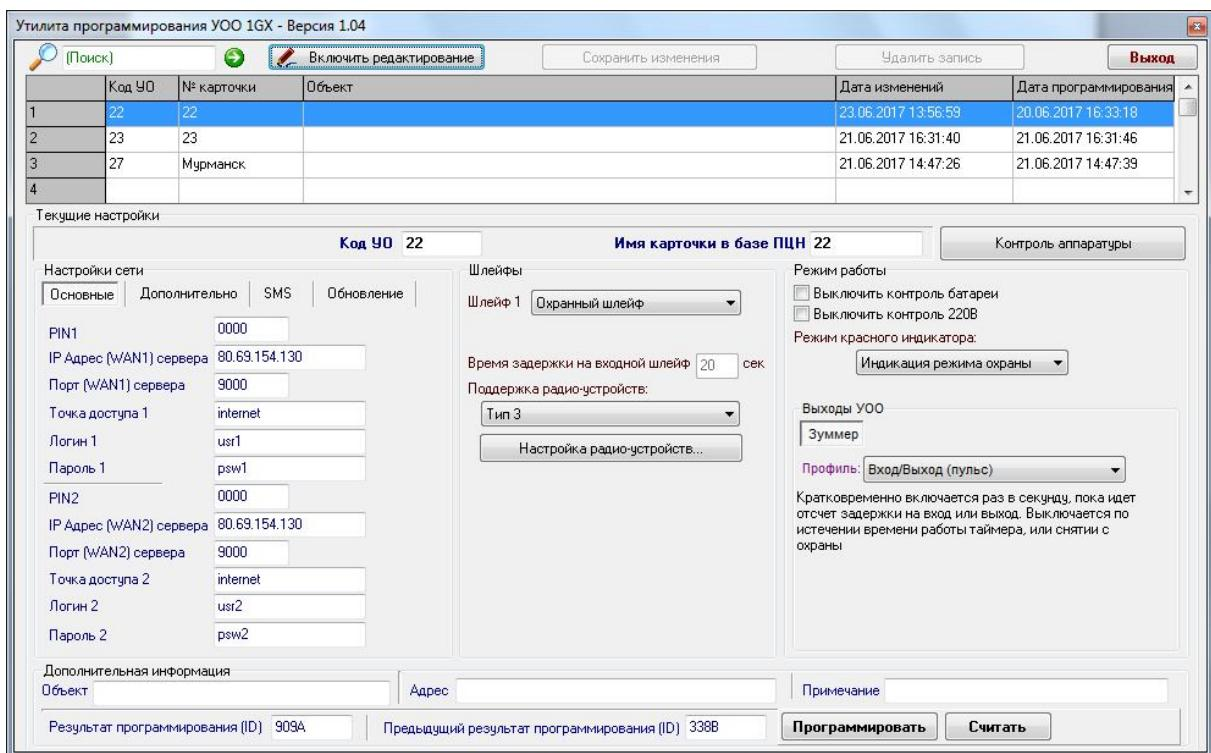

Рисунок 1. Окно конфигурационной программы «Prog_1GX.exe».
6.4. На компьютере запустите утилиту «Prog_1GX.exe» (Рисунок 1).